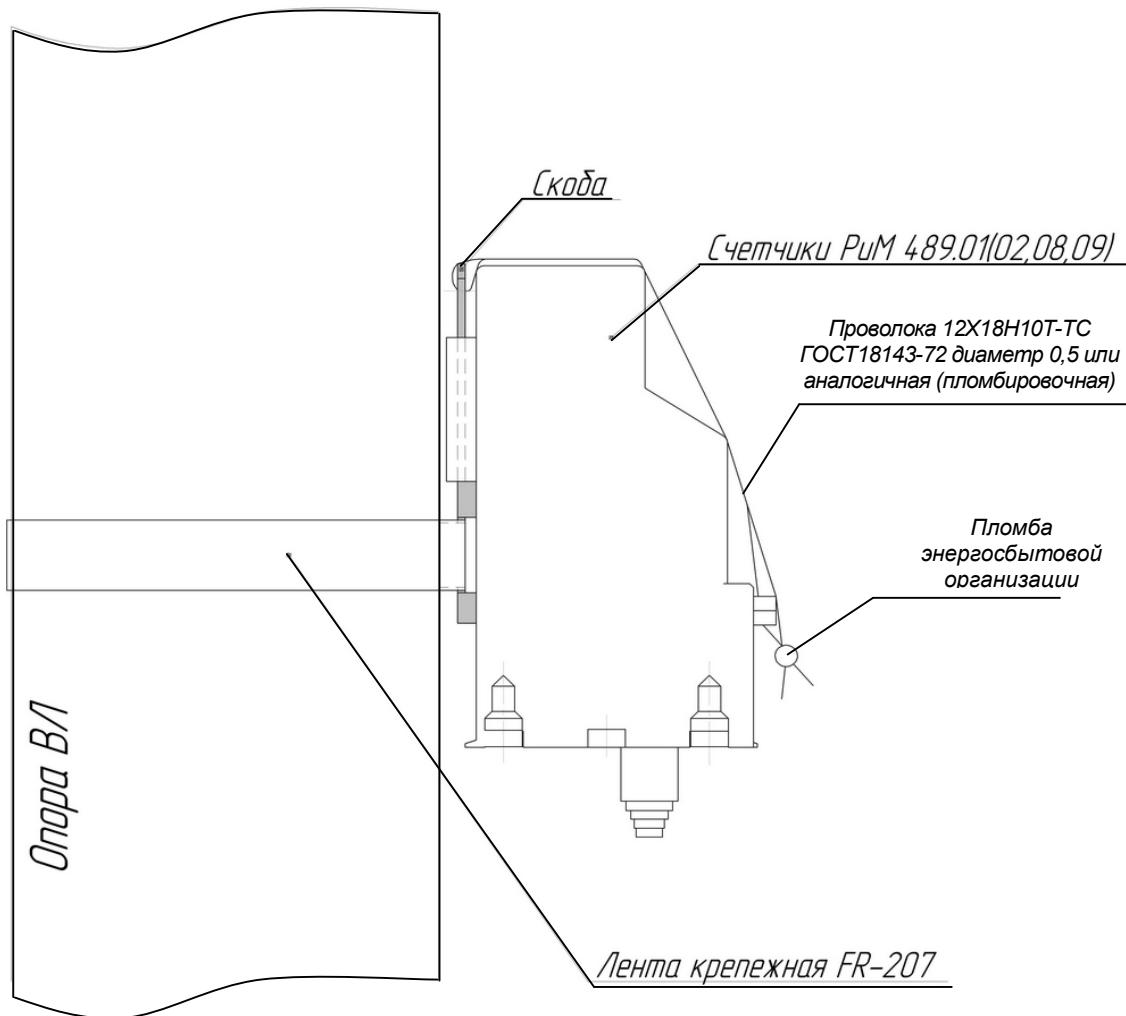

Рисунок 9 – Схема крепления счетчиков РиМ 489.01, РиМ 489.02, РиМ 489.08, РиМ 489.09 на опору ВЛ и пломбирования пломбой Энергосбытовой организации.
- прикрепить скобу для крепления счетчика к опоре ВЛ при помощи крепежной ленты (см. рисунок 9);
- надеть счетчик на скобу, предварительно продев в отверстие скобы отрезок пломбировочной проволоки (400 ± 50) мм для крепления счетчика на опоре в вертикальном направлении и навешивания пломбы энергосбытовой организации (см. рисунок 9);
- установить задвижку, закрывающую клеммы счетчика, и опломбировать ее пломбой энергосбытовой организации с использованием пломбировочной проволокой, продетой через отверстие скобы (см. п.7, рисунок 9);